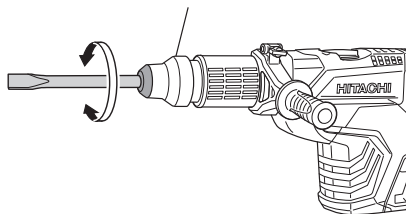

Fig. 10
- (b) Tourner l'attache coulissante ou l'outil comme illustré à la Fig. 10 et fixer l'outil dans le sens de travail souhaité.